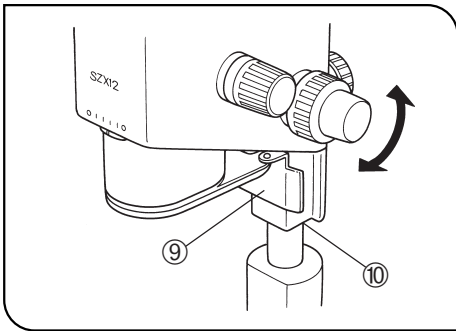

Abb. 32
★ Vor der Installation der Fokussiereinrichtung an der Säule die Grob- und Feintriebe so einstellen, daß der Handschutz ⑨ am unteren Ende der Fokussiereinrichtung ⑩ nicht herausragt (Abb. 32).